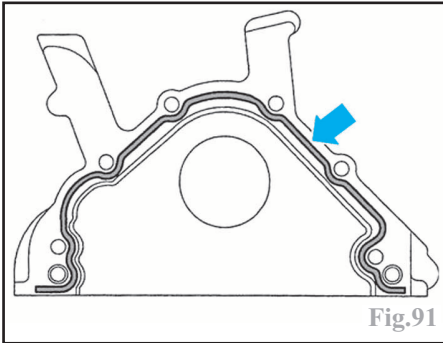

Fig.91
- appliquer sur le plan de joint du porte-bague d'étanchéité avant de vilebrequin, préalablement dégraissé et nettoyé avec soin, un cordon de pâte d'étanchéité appropriée à base de silicone (par exemple VW D176 404 A2), d'une largeur de 2 à 3 mm et en contournant de l'intérieur les alésages de vis de fixation (Fig.91).